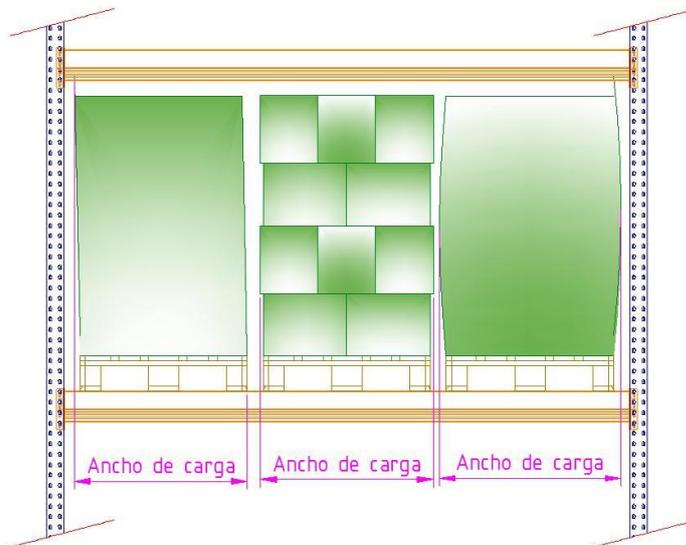

Fig. 2
- Ihre Gesamtabmessung muss so ausgeführt sein, dass alle Mindestabstände im Fach gegeben sind (Siehe Abbildung 2)